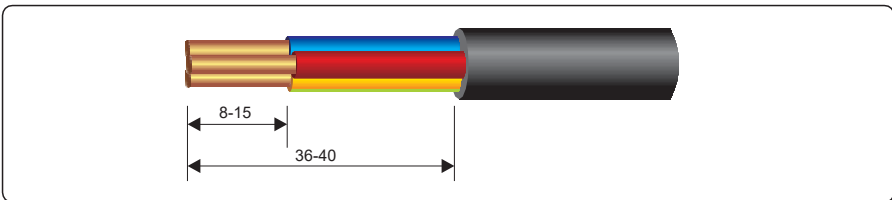

Figura 5.5 Segmento pelado (unidad: mm)
Paso 1 Retire una longitud adecuada del recubrimiento y la capa de aislamiento del cable de salida de CA utilizando una herramienta, como se muestra en la figura 5.5.